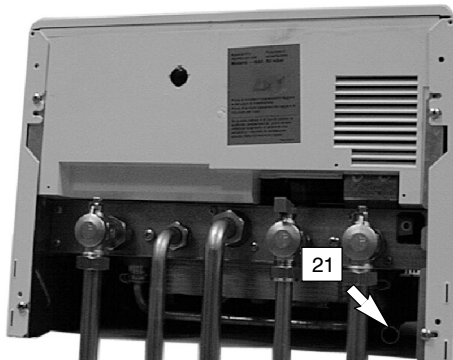

fig. 5.3
- 7 Conectar la descarga de la válvula de seguridad 21 en la fig. 5.3 a un cono de desagüe.